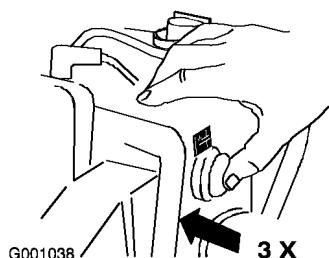

Figure 23
- Appuyez fermement à 3 reprises sur l'amorceur avec le pouce, en marquant une pause d'une seconde chaque fois (Figure 23).